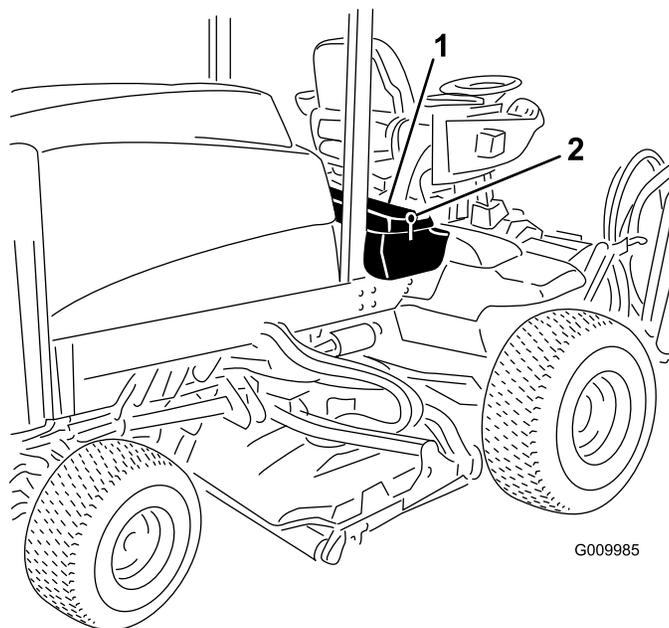
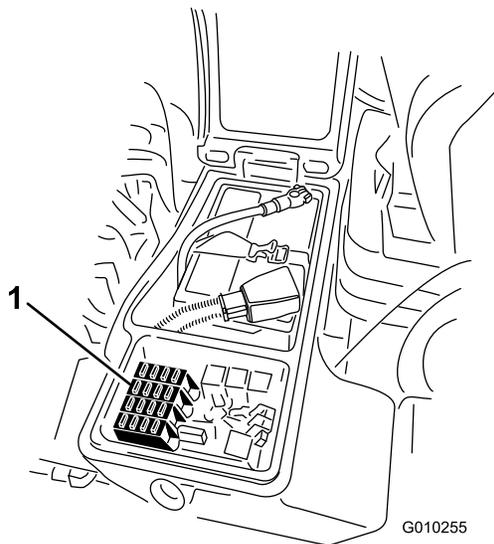

Figura 61
Figura 62
1. Desaperte o trinco da cobertura da caixa de armazenamento direita e levante a cobertura (Figura 61).
1. Desaperte o trinco da cobertura da caixa de armazenamento direita e levante a cobertura (Figura 61) para expor o bloco de fusíveis (Figura 62).
2. Substitua o(s) fusível(is) aberto(s) conforme necessário (Figura 62).
3. Feche a cobertura da caixa de armazenamento direita e prenda a cobertura com o trinco (Figura 61).